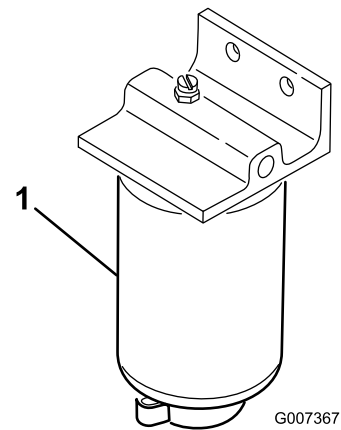

Рисунок 40
2. Очистите область крепления стакана фильтра (Рисунок 40).
4. Откройте сливную пробку фильтра и клапан сапуна (Рисунок 40).